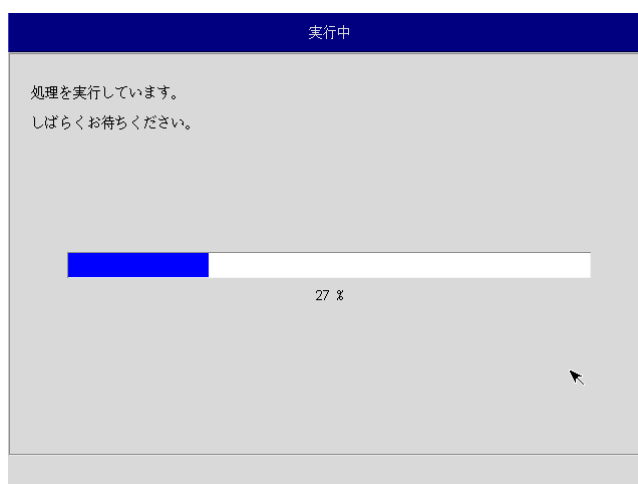

図 6-3-7. 実行中画面
- ⑫ 実行中画面（図 6-3-7）が表示され、処理が開始されます。実行中は DVD ドライブ、保存メディアを外さないでください。また、電源を落とさないようにしてください。